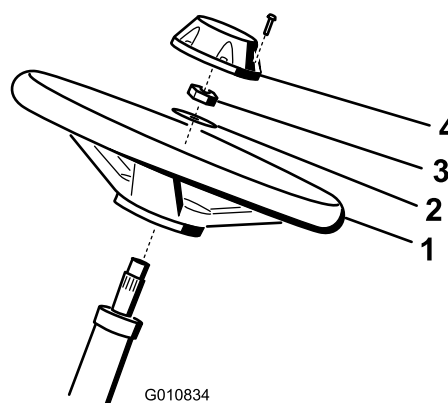

Figura 3
1. Deslize o volante no eixo de direção (Figura 3).
2. Deslize a arruela no eixo de direção (Figura 3).
3. Fixe o volante ao eixo (Figura 3) com uma contraporca e aperte-a com um torque de 27 a 35 N·m (20 a 26 pés-lb).
4. Instale a tampa ao volante e fixe-a com um parafuso (Figura 3).